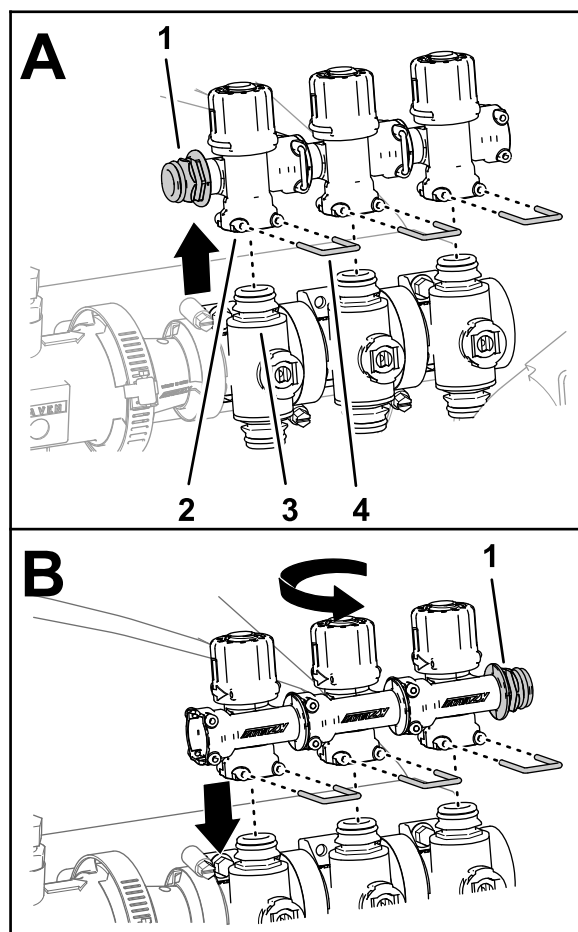

Figura 66
4. Retire las 3 horquillas de retención que sujetan las 3 válvulas de desvío a las válvulas de sección la izquierda, central y derecha (Figura 66).
5. Levante las válvulas de desvío de las válvulas de sección (Figura 66).
6. Gire las válvulas de desvío 180° y móntelas en los acoplamientos rápidos de las válvulas de sección (Figura 66).
7. Sujete las 3 válvulas de desvío a las válvulas de sección con las 3 horquillas de retención que retiró en el paso 4 (Figura 66).